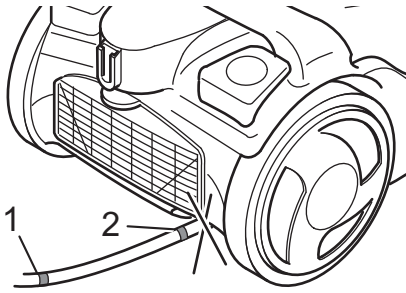

Abb. 10
2. Ziehen Sie das Kabel am Stecker (Abb. 1/18) bis zur gelben Markierung (Abb. 10/1) heraus.
Falls die rote Markierung (Abb. 10/2) sichtbar ist, ziehen Sie das Kabel wieder so weit ein, bis diese nicht mehr zu sehen ist, \triangleright Kapitel 3.2, „Ausschalten und Stromkabel aufrollen“. Ansonsten kann das Kabel abreißen. Es besteht die Gefahr eines elektrischen Schlages.